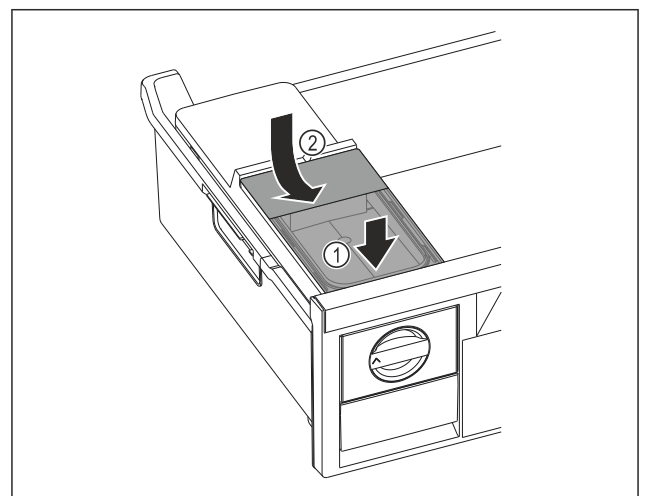

Fig. 56
- ▶ Wassertank vorne ansetzen. Fig. 56 (1)
- ▶ Wassertank hinten absenken. Fig. 56 (2)